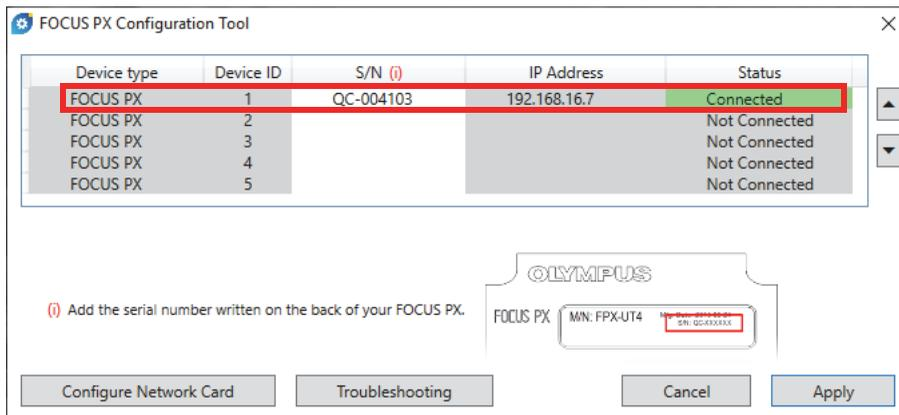

Figura 1-19 Strumento di configurazione del FOCUS PX (1 dispositivo)
5. Nella finestra di dialogo dello Strumento di configurazione per il FOCUS PX, inserire il numero seriale della prima unità principale FOCUS PX collegata alla scheda Ethernet (vedi Figura 1-19 a pagina 38).